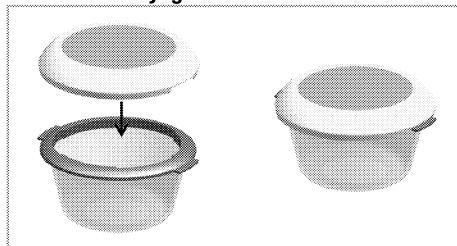

Figura 3: posición de fabricación y almacenamiento de yogur
- Dependiendo de la receta, cierre la tapa del accesorio (figura 3).
- Se recomienda consumir el yogur después de mantenerlo en el refrigerador (4 ° C) con su tapa cerrada en un periodo de 12 horas (figura 3).